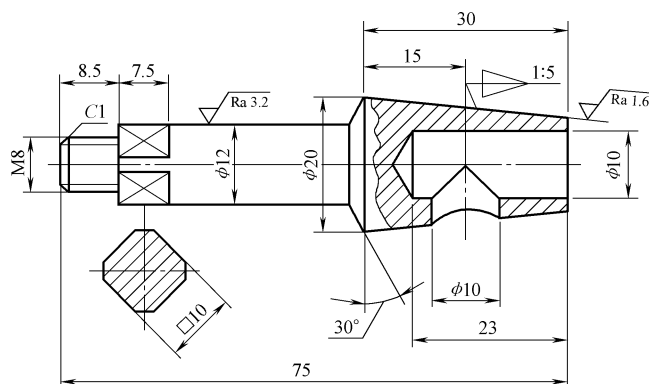

图 4-180 阀杆零件 1
(8) 根据图 4-180 所示的尺寸图创建阀杆的立体图，文件名为“xiti4-2-8. prt”。